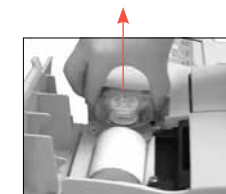

Figura 1: Rimuovere la pompa peristaltica
2. Rimuovere la pompa afferrando saldamente l'alloggiamento e tirandolo in avanti (Figura 1).